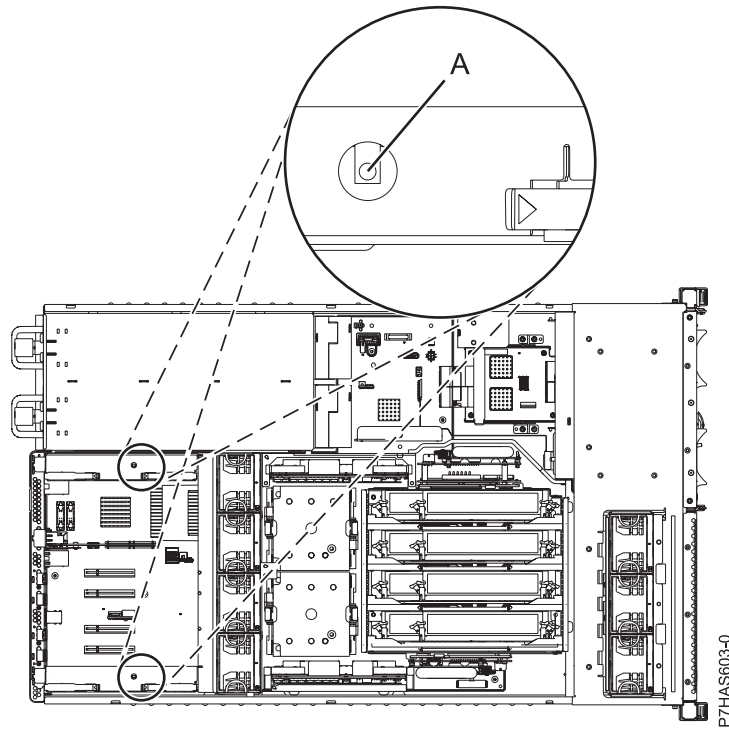

Figure 4. Voyants de l'adaptateur GX
La figure 4, à la page 6 représente les voyants (A) associés aux adaptateurs GX.